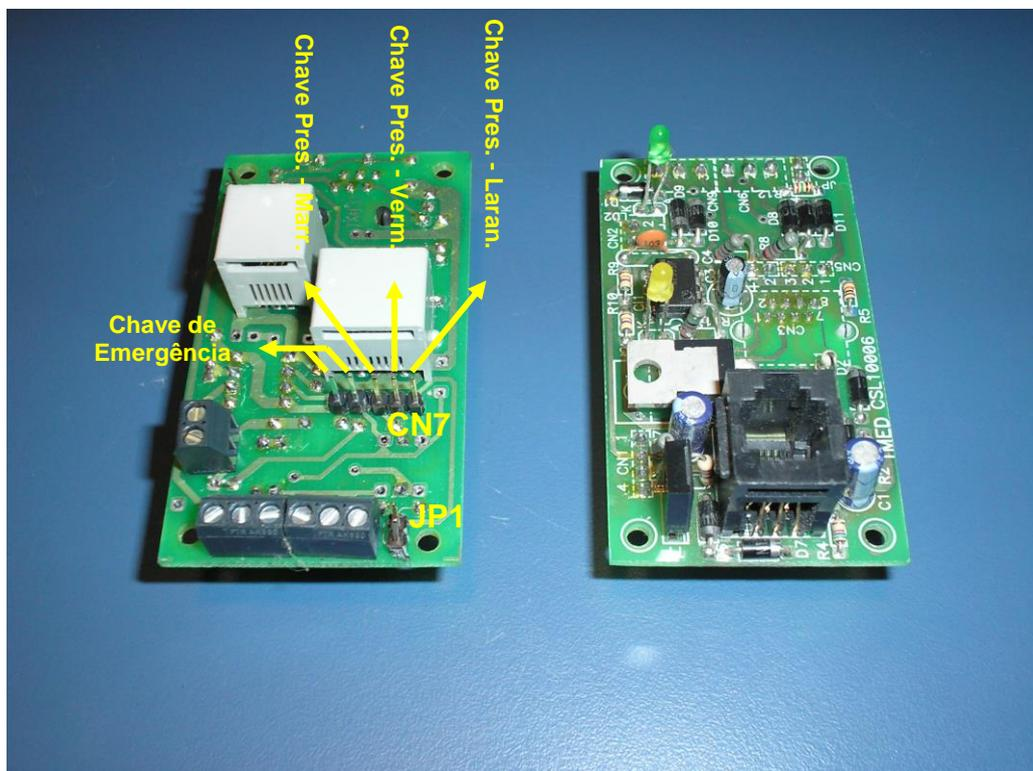

Figura 10 – UC para Caixas 4 x 2
- i. **Instalando a Chamada de Emergência:** na placa da UC, localize o borne rotulado com "CN2" como mostra a **Figura 10**. Na caixa de passagem onde está sendo instalada a UC, localize o fio CCI de duas vias que vem do painel de sinalização (veja o parágrafo 1.2 acima). Use uma chave de fenda 1/8"x3" para conectar as duas vias do cabo CCI ao borne **CN2**. A outra extremidade do fio CCI será conectada ao borne correspondente no Painel de Sinalização (PS). Veja a tabela de correlação entre os números das UCs e os bornes no **ANEXO 5**. Observe que, na extremidade do PS, as duas vias do fio CCI devem ser ligadas ao mesmo pino do borne.